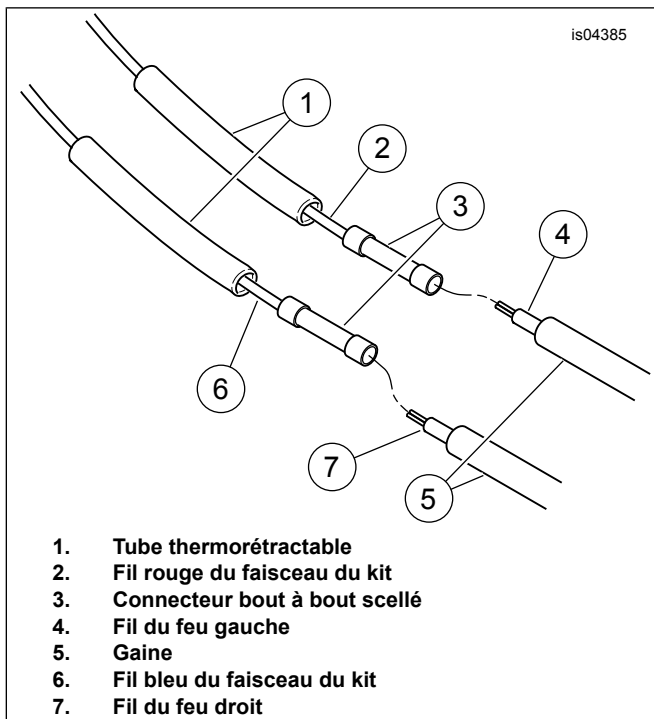

Figure 7. Branchement des fils de feu au faisceau du kit
18. Voir Figure 7. Glisser le tube thermorétractable (1) fourni dans le kit sur le fil bleu du faisceau du voyant de poursuite. Sertir le connecteur bout à bout scellé (3) sur le fil bleu à l'aide d'un sertisseur (no de pièce 38125-8). Placer l'extrémité droite du fil de voyant de poursuite au niveau du connecteur et le dénuder, en laissant environ 25 mm (1 po) de fil dépasser du connecteur bout à bout scellé. Dénuder la gaine (5) à environ 38 mm (1-1/2 po) de l'extrémité du fil.
20. Introduire l'extrémité du fil de feu droit dans le connecteur bout à bout scellé (3). Utiliser le sertisseur pour sertir les fils sur le connecteur bout à bout scellé.